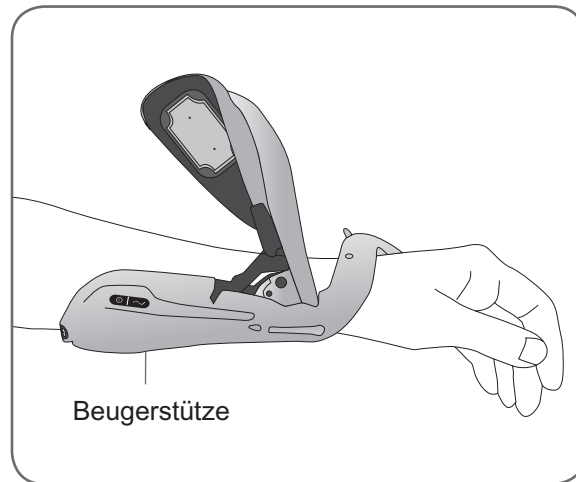

Abbildung 8-11: Positionieren der Beugerstütze
3. Legen Sie Ihren Unterarm in die Beugerstütze der Orthese (siehe Abbildung 8-11).